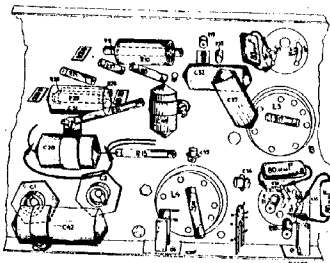

Fig. 2
2. Volumeregelaar op maximum draaien. Automatische volumeregeling uitschakelen door C28 kort te sluiten (zie fig. 2).
5. 3e M.F.-kring verstemmen met een condensator van 80 $\mu\mu\text{F}$ parallel aan S27 | S28 (In fig. 2 is deze condensator abusievelijk parallel aan S27 getekend) en S29, S30 van 4e M.F.-kring afregelen. (fig. 4).
6. 4e M.F.-kring verstemmen met 80 $\mu\mu\text{F}$ parallel aan S30 (fig. 2) en S27, S28 van 3e M.F.-kring afregelen (fig. 4).
7. 1e M.F.-kring verstemmen met 80 $\mu\mu\text{F}$ parallel aan S24 (fig. 2) en S26 van 2e M.F.-kring afregelen (fig. 4).